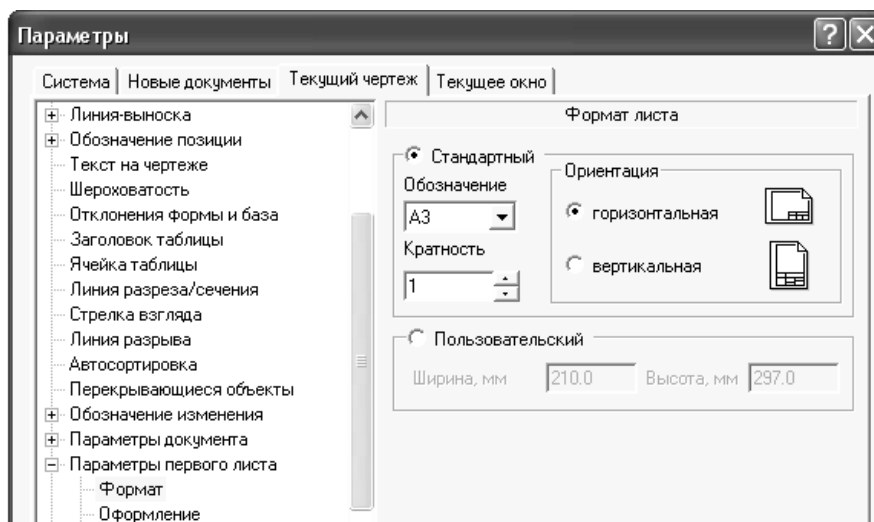
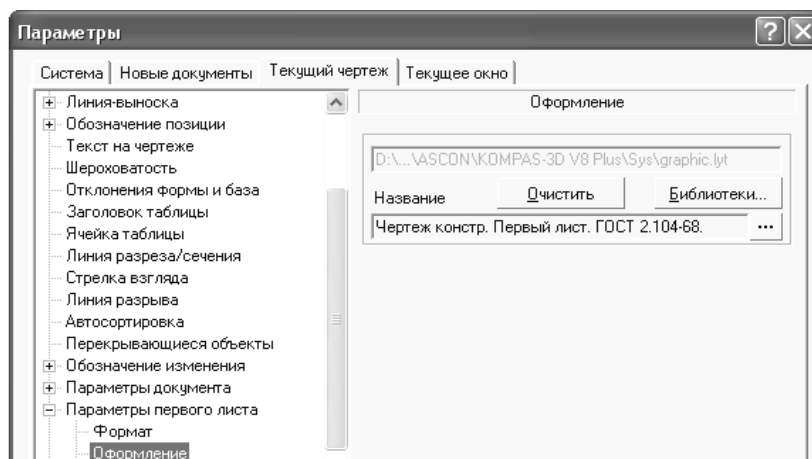

Рисунок 4.2 – Настройка параметров раздела Формат
Рисунок 4.3 – Настройка параметров раздела Оформление
4. Выберите *формат А3* в *горизонтальном* положении (рисунок 4.2) и основную надпись *Чертеж констр. Первый лист ГОСТ 2.104-68* (рисунок 4.3).